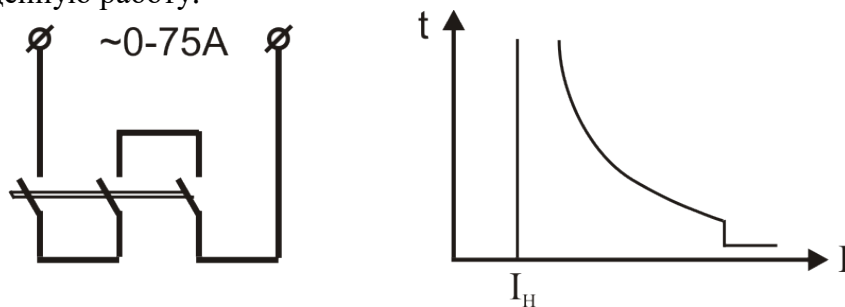

Рис. 5
5. Определить рабочий ток АВВ, собрав схему рис. 5, время срабатывания теплового расцепителя (или теплового реле – по указанию преподавателя). Установить токи перегрузки в 2, 5, 7, 10 раз больше, чем рабочий ток, определить время срабатывания аппарата защиты. Построить времятоковую характеристику. Продемонстрировать проведенную работу.